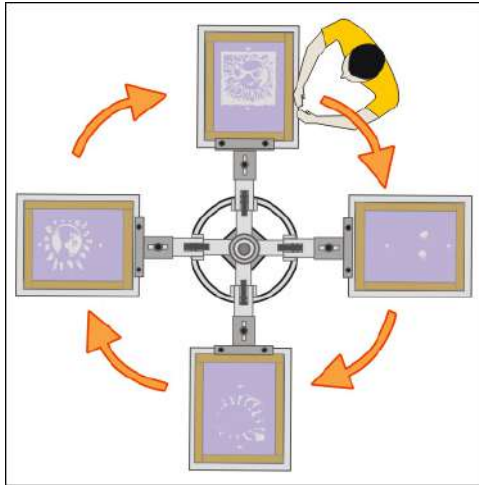

Imagen 352\_09
**11-** Colocar la matriz del 4º color en la 4ª prensa y se calza con la imagen de la 1º paleta (Imagen 352\_09)